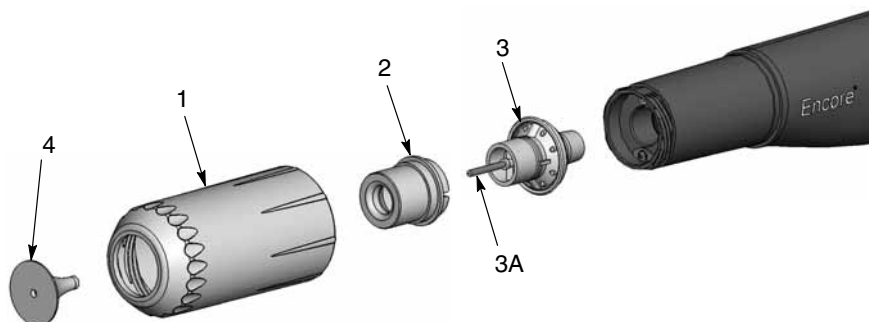

Bild 8
1. Se bild 8. För att byta avböjningshylsan (4), drar man försiktigt av denna från elektroddelen (3). När man sätter på avböjningshylsan på elektroddelen, var försiktig så att inte elektroden böjs.
2. För att byta hela munstycket, skruva moturs av munstycksmuttern (1).
3. Drag av det koniska munstycket (2) från elektroddelen.